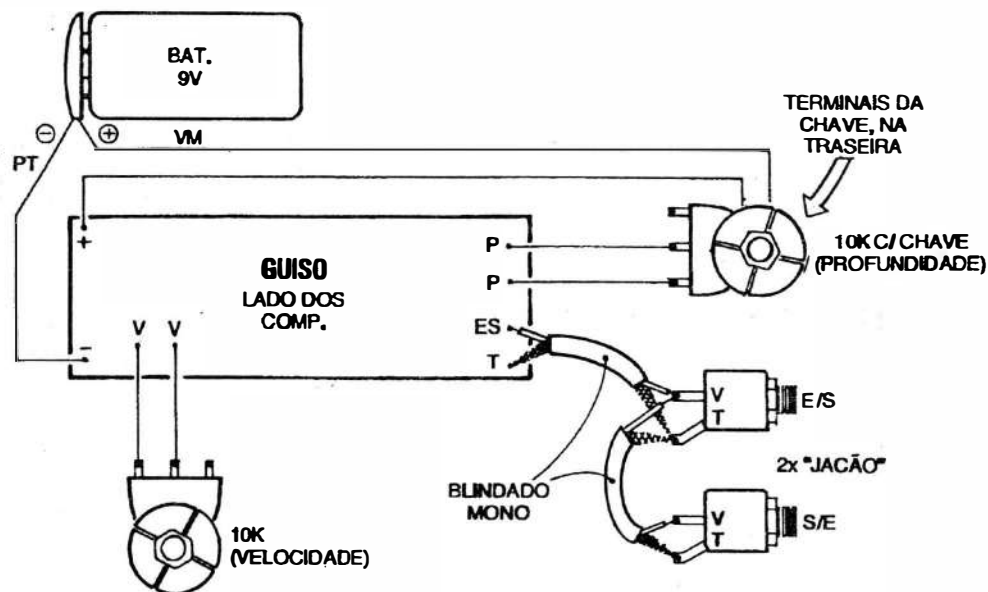

Fig.4
- FIG. 4 - CONEXÕES EXTERNAS À PLACA - A placa continua vista pela sua face não cobreada... As conexões externas ou periféricas são, agora, enfatizadas. Observar bem os seguintes pontos: